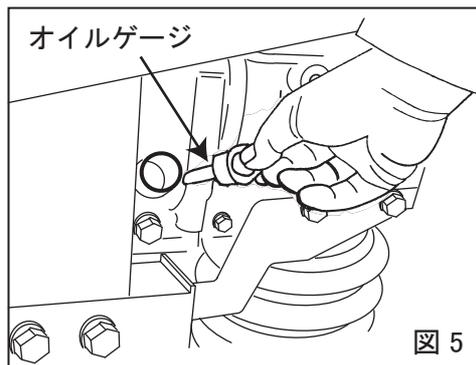

図 5
- 7.5 燃料タンクへレギュラーガソリン(無鉛)を入れると同時にエンジンオイルも点検し早めに補充してください。潤滑油が少ないと、運転中の消耗により、エンジン焼き付きを起こします。(図5) 潤滑油は自動車用エンジンオイルSEまたはSF級以上の10W-30を入れてください。